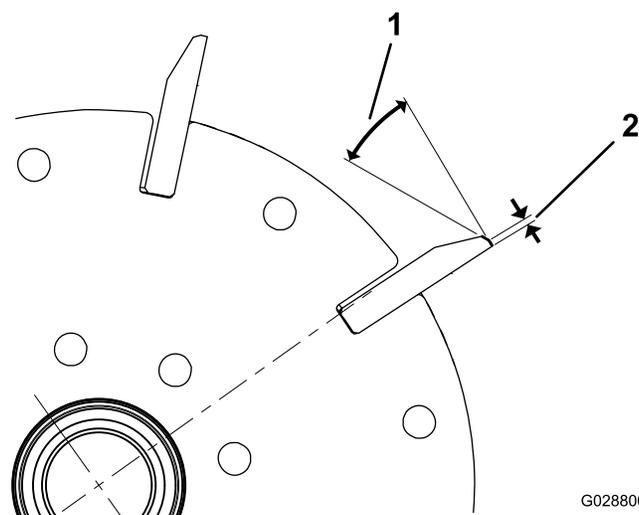
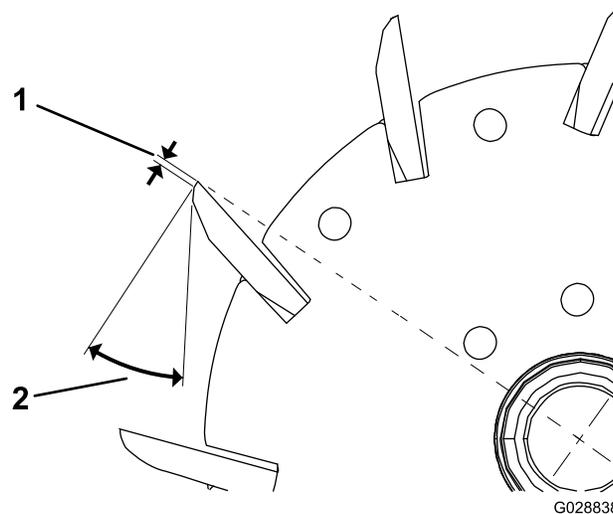

Рисунок 22
Рисунок 23
1. Произведите 30-градусное затыловочное шлифование всех ножей барабана, пока не будет достигнута ширина витка 1,3 мм (Рисунок 22 и Рисунок 23).